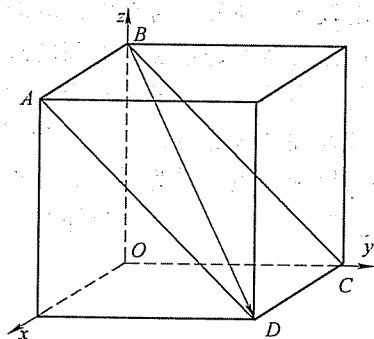

图 26-1 第一题第 1 小题图
- (4 分) 写出图 26-1 所示立方晶胞中  $ABCD$  晶面及  $BD$  晶向的密勒指数。